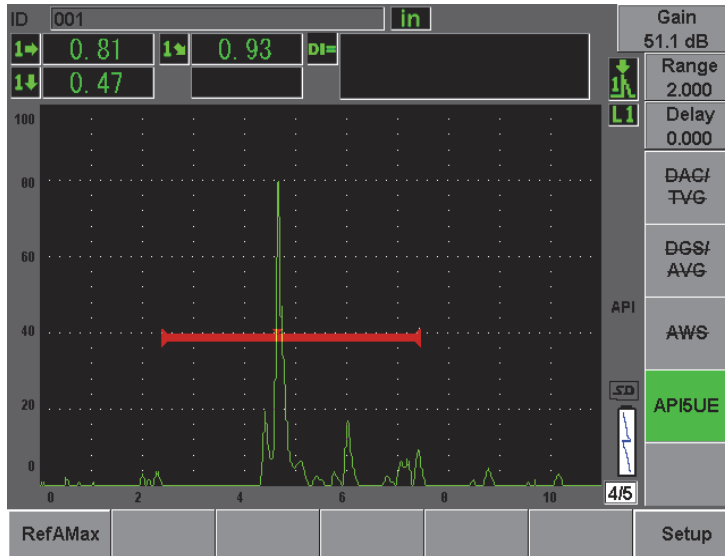

Figura 12-25 Armazenando o ponto A_{\max}
5. Pressione **[P1] RefAMax** para coletar o ponto A_{\max} e, em seguida, pressione **[P1]** para confirmar (veja Figura 12-25 na página 267).